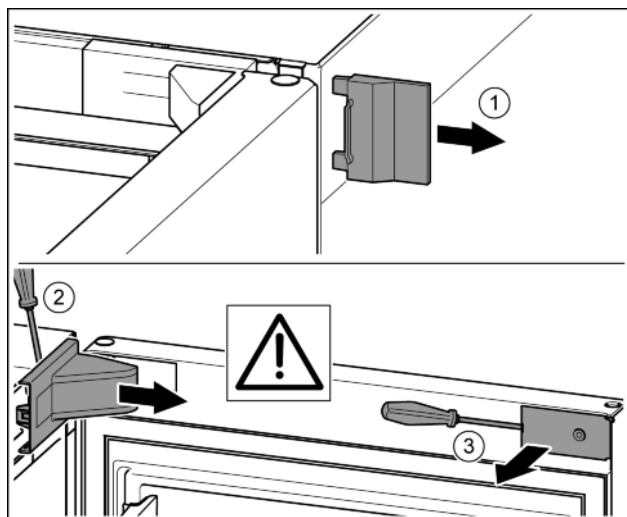

Fig. 7
- ▶ Tag den udvendige afdækning af. Fig. 7 (1)
- ▶ Løsn hængselkonsollens afdækning ved hjælp af en skruetrækker. Tag hængselkonsollens afdækning af. Fig. 7 (2)
- ▶ Løsn blindpladen med en kærnskruetrækker, og drej den til side. Fig. 7 (3)